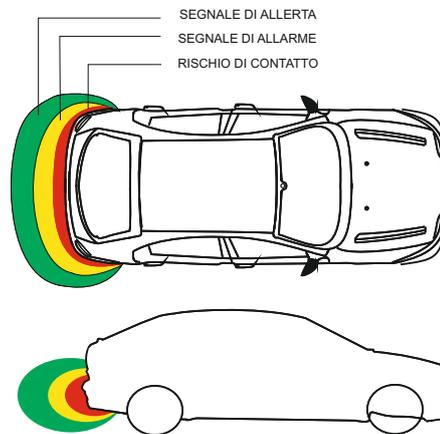

Fig. 6
L'attivazione del dispositivo avviene all'inserimento della retromarcia (quadro strumenti acceso) e confermata da un segnale di "OK" all'atto dell'attivazione. Una volta attivato l'EPS-DUAL 2.0 genera intorno al paraurti, su cui è installato, una zona di protezione (Fig. 6). Quando un qualsiasi ostacolo, presente nella zona di protezione, tende ad avvicinarsi al paraurti si udrà una serie di segnali acustici.
- Le distanze indicate variano a seconda della dimensione dell'ostacolo, e corrispondono alla zona centrale del paraurti mentre sugli spigoli laterali la distanza è inferiore. (Fig. 6)
1. In presenza di pioggia di una certa intensità, il sistema riduce automaticamente la sua sensibilità onde eliminare una parte di falsi allarmi che possono essere generati dal movimento di acqua sul paraurti. In questa situazione viene eliminata la zona di preallarme e mantenuta soltanto la segnalazione di **allarme** e **rischio di contatto** (Fig. 6).